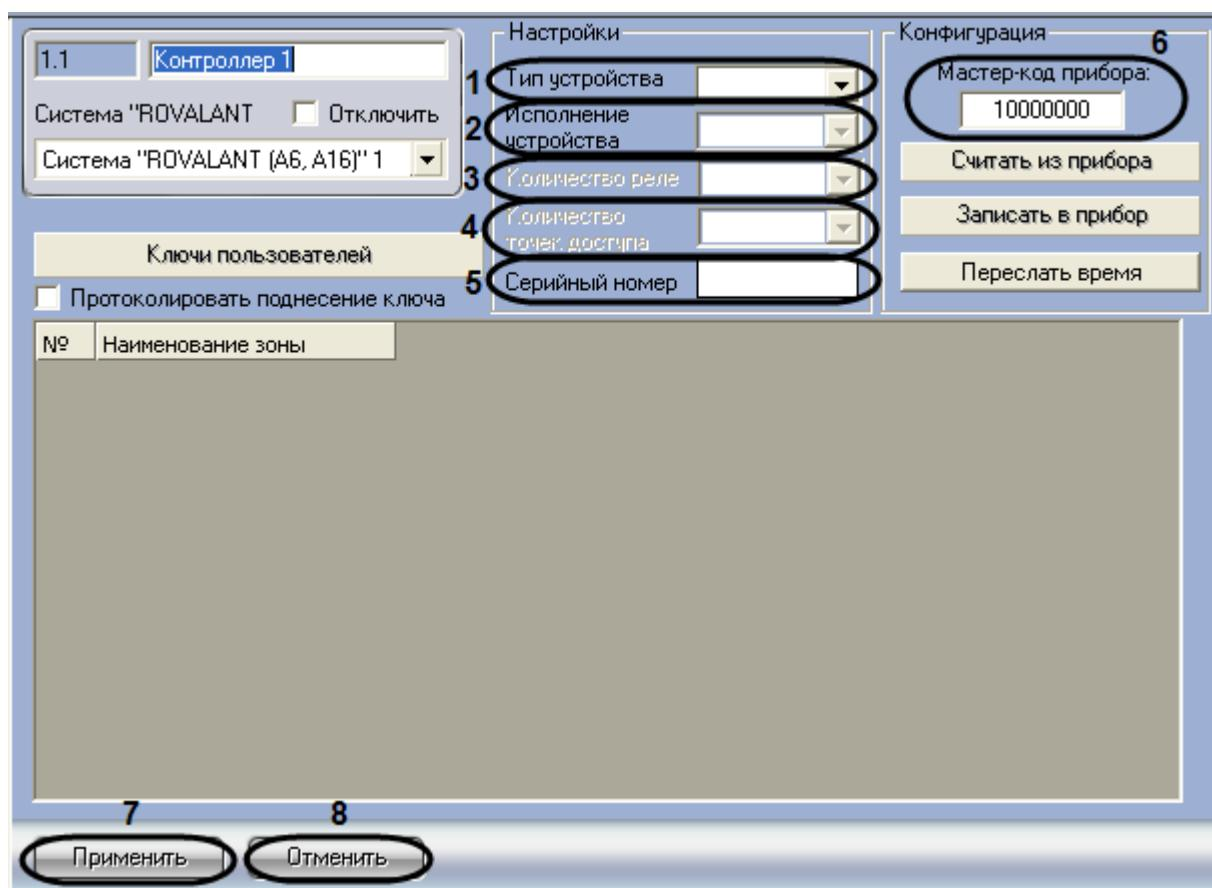

Рис. 3.3—2 Панель настроек объекта Контроллер
- Из раскрывающегося списка **Тип устройства** выбрать тип прибора (A6 или A16) (см. Рис. 3.3—2, 1).
- Из раскрывающегося списка **Исполнение устройства** выбрать количество охранных шлейфов, поддерживаемое прибором (см. Рис. 3.3—2, 2).